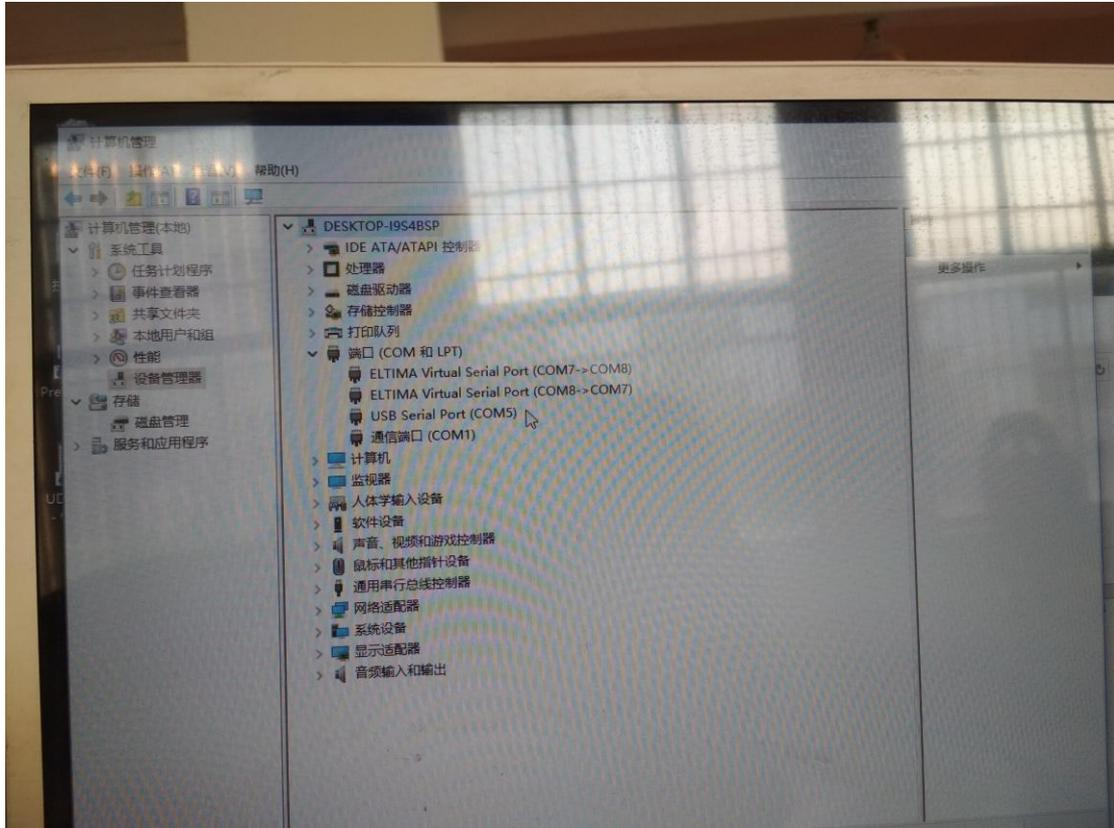

图 9
1)平台连接电脑主机的 232/485 线插上后，打开电脑的设备管理器查看端口是 COM 几如图 9 所示